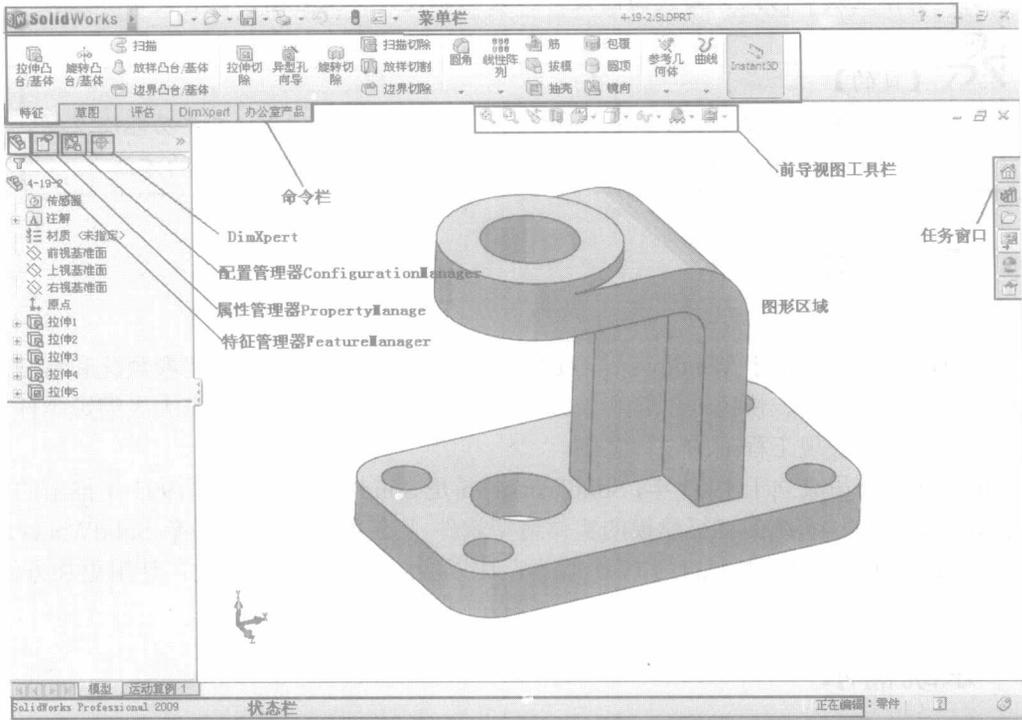

图 1-1 SolidWorks 2009 工作界面
双击 Windows 操作系统桌面上的快捷方式图标①，或单击桌面左下角的“开始”→“程序”→“SolidWorks 2009”→“SolidWorks 2009 SP0.0”命令，将打开 SolidWorks 2009 软件，显示如图 1-1 所示的工作界面，主要包括菜单栏、图形区域、状态栏、工具栏、特征管理器设计树等。